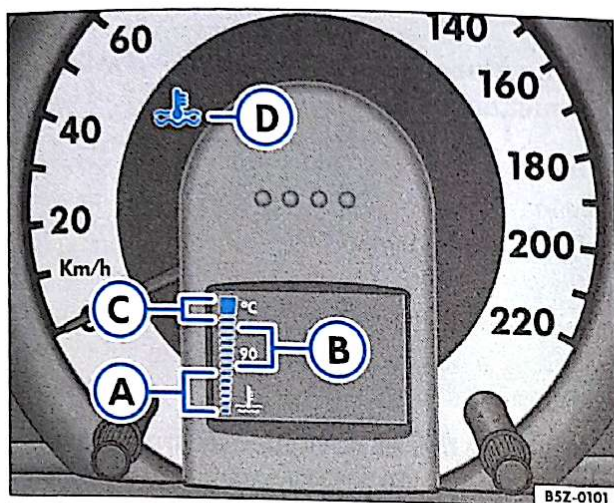

Fig. 33 Indicador da temperatura do líquido de arrefecimento no display
Evite os regimes de rotações elevados e não submeta o motor a grandes esforços ⇒ fig. 33.
Em uma condução normal, o indicador deverá manter-se dentro desta faixa da escala de temperatura. Quando o motor é submetido a um grande esforço, principalmente quando a temperatura externa é elevada, o indicador poderá subir na escala. Isso não será preocupante enquanto a luz indicadora ⇒ fig. 33 (D)  não se acender no painel de instrumentos.